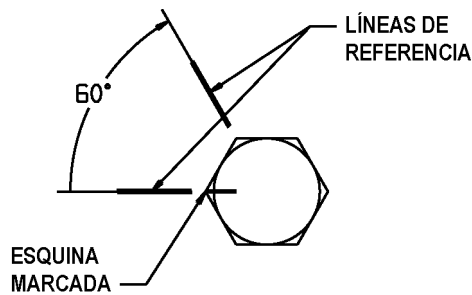

FIGURA 2-7. AVANCE EN 60 GRADOS
12. Marque una esquina de la cabeza del perno con un marcador de pintura como se muestra en la Figura 2-7. Dibuje una línea de referencia en la superficie de la suspensión al lado de la esquina marcada en el perno. Dibuje una línea de referencia en la suspensión a 60° de avance de la esquina marcada en el perno.